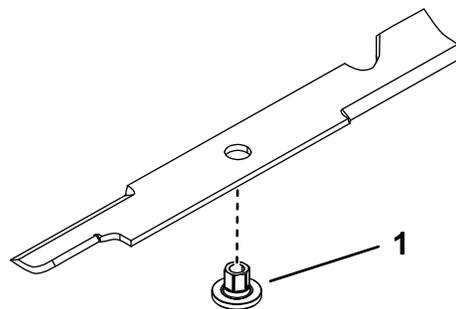

図 96
1. ブレードにブッシュを取り付けるブッシュのフランジが下地面側になるように取り付ける図 96。